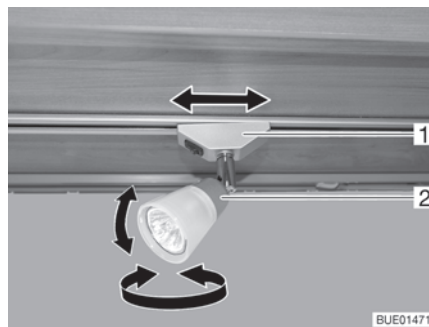

Bild 53 Spotlight
- Vrid spotlightens hus (Bild 53,2) i önskad riktning. Huset kan vridas i följande riktningar:
- Vrid fästet (Bild 53,1) med ca 45°.
- Vrid fästet (Bild 53,1) med 90°.